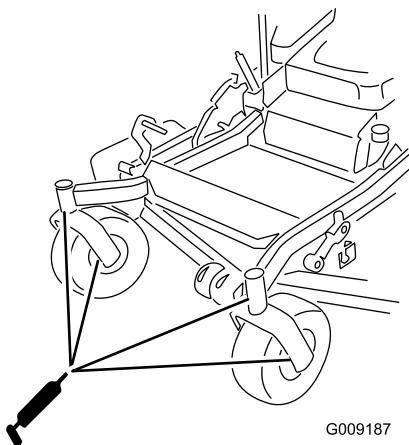

Figura 44
- Instale el tapón hexagonal y la tapa (Figura 44).
- Engrase los cojinetes de las ruedas giratorias (Figura 44).